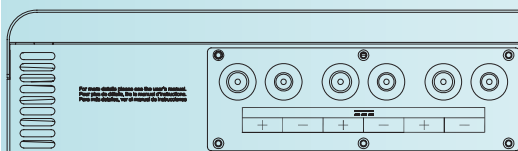

Fig. 13
- Collegare il polo positivo ai morsetti (+) dell'ingresso a corrente continua dell'apparecchio e il polo negativo ai morsetti (-) (Fig. 13).